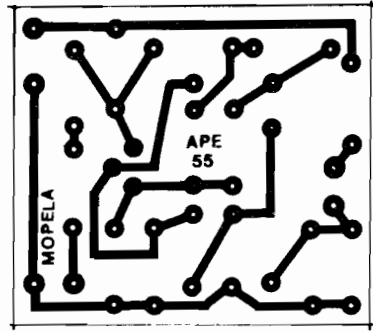

Fig.2
- FIG. 2 - LAY OUT DO CIRCUITO IMPRESSO ESPECÍFICO - A plaquinha não tem um padrão muito complexo de ilhas e pistas, mesmo porque a quantidade de componentes é baixa, permitindo razoável "descongestionamento" (e ainda assim mantendo as dimensões finais suficientemente pequenas para que não fique complicada a eventual "multiplicação" dos módulos, conforme já sugerido...). Estando a figura em tamanho natural, torna-se fácil copiar diretamente o padrão, com carbono, sobre a face cobreada de uma plaqueta de fenolite nas convenientes dimensões... Os processos convencionais de traçagem, corrosão, limpeza e furação devem então ser sua sequência, terminando por uma rigorosa conferência, na qual devem ser atentamente buscados lapsos, falhas, "curtos" e todo e qualquer defeitinho, que **deve** ser corrigido **antes** de se iniciar a inserção e soldagem dos terminais de componentes... Dois encartes permanentes de APE, as **INSTRUÇÕES GERAIS PARA AS MONTAGENS** e o **TABELÃO APE** (ambos sempre colocados nas primeiras páginas da Revista...) devem ser consultados pelo Leitor/Hobbysta novato, na busca de importantes subsídios práticos, conselhos, "dicas" e "macetes" relacionados ao bom aproveitamento da técnica de montagem em Circuito Impresso, e também no próprio "reconhecimento" dos componentes, seus valores, terminais, códigos, polaridades, etc. No mais, as ilustrações que acompanham as descrições dos Projetos publicados em APE são sempre muito claras, estilizadas segundo normas que desenvolvemos ao longo dos anos, sempre visando **transmitir** com grande perfeição a disposição física das montagens e componentes, bem como suas interligações...